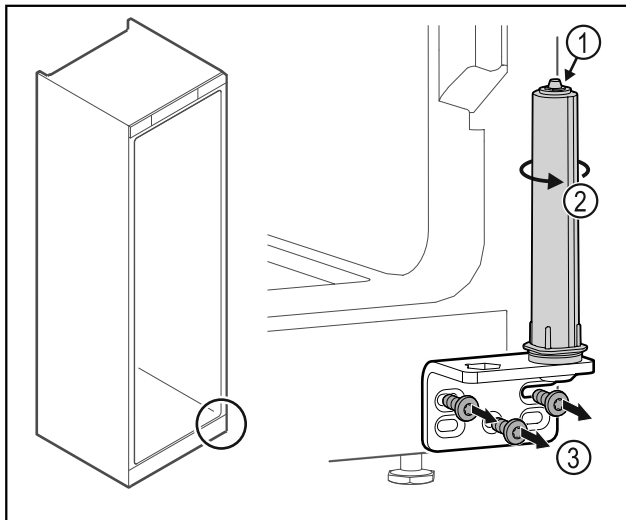

Fig. 24
- ▶ Не розбирати систему закриття дверей Fig. 24 (1).
- ▶ Повертати систему закриття Fig. 24 (2) до клацання.
- ▶ Відкрутити шарнірний кутик Fig. 24 (3).